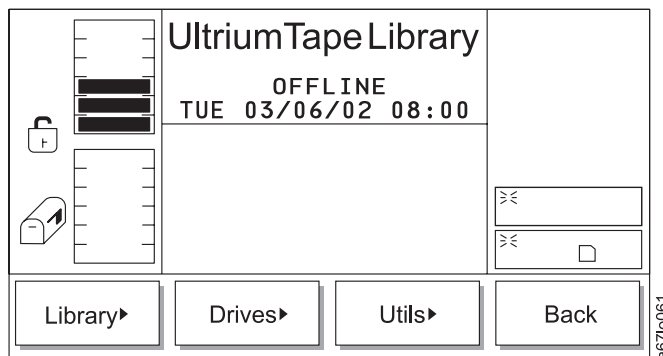

Abbildung 139. Konfigurationsmenü
Das Konfigurationsmenü wird zum Konfigurieren des Kassettenarchivs benutzt. Wählen Sie **Setup** in der Alternativanzeige des Hauptmenüs aus, indem Sie den Knopf unter dem Programmfunktionssymbol **Setup** drücken (siehe Abb. 77 auf Seite 101). Das Konfigurationsmenü erscheint (siehe Abb. 139).
Tabelle 88. Übersetzung von Abb. 139, Konfigurationsmenü
- Wird **Back** ausgewählt, erscheint das Konfigurationsmenü (siehe Abb. 139 auf Seite 155).